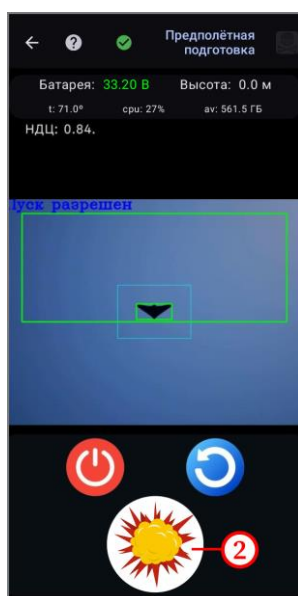

Рисунок 47
- при достижении оптимальной дистанции до цели снять предохранитель по нажатию кнопки  (рисунок 47, шаг 2);